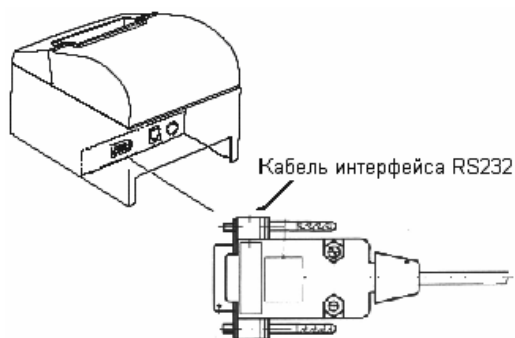

Рисунок 7.1 - Присоединение кабеля интерфейса RS-232 к ККМ
7.1.1.2 Присоединить кабель интерфейса к соответствующему разъему на тыльной стенке ККМ (Рисунок 7.1). Противоположный разъем кабеля присоединить к СОМ-порту персонального компьютера.